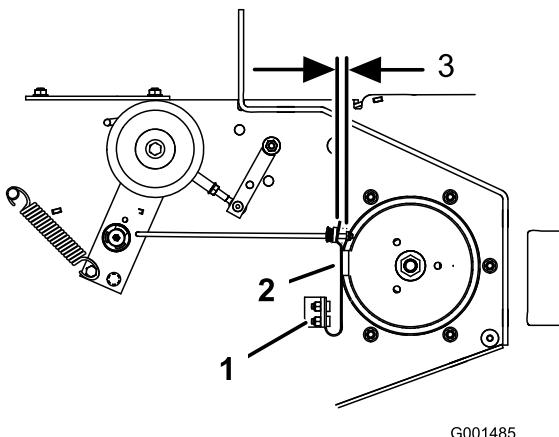

**Figura 58**
2. Verifique el equilibrio de la cuchilla colocándola sobre un equilibrador de cuchillas (Figura 58). Si la cuchilla se mantiene horizontal, está equilibrada y puede utilizarse. Si la cuchilla no está equilibrada,
rebaje algo el metal en la parte de la vela solamente (Figura 58). Repita este procedimiento hasta que la cuchilla esté equilibrada.